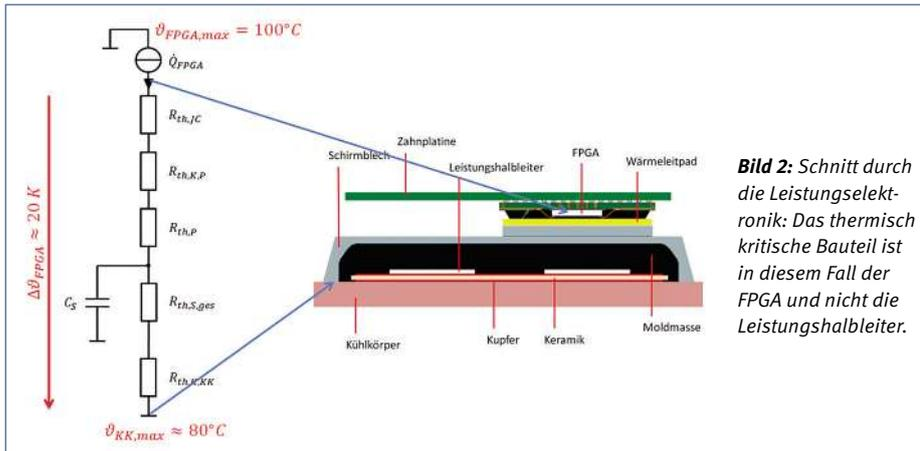

Bild 2: Schnitt durch die Leistungselektronik: Das thermisch kritische Bauteil ist in diesem Fall der FPGA und nicht die Leistungshalbleiter.
In Bild 2 rechts ist ein Schnitt durch ein intelligentes Leistungshalbleitermodul für hochintegrierte Antriebe aus dem BMBF Verbundforschungsprojekt EMiLE (Elektro Motor integrierte Leistungs-Elektronik) skizziert; dieses wird als SST (Smart Stator Tooth) Modul bezeichnet und beinhaltet neben den Leistungshalbleitern beispielsweise auch Sensorik, Gatetreiber und ein FPGA zur Signalverarbeitung.
- Blau eingerahmt ist das auf Bild 2 links detaillierter dargestellte Ersatzschaltbild des Schirmblechs, welches das FPGA entwärmt.
Dabei wird deutlich, was aus Bild 2 schon zu erkennen ist: Trotz seiner deutlich geringeren Verlustleistung ist das FPGA thermisch kritischer als die Leistungshalbleiter. Es begrenzt die an der Kühlkörperoberfläche zulässige Temperatur auf ca. 80 °C.